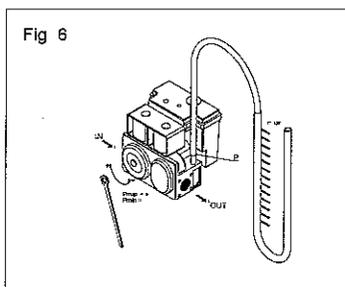

Fig 6
- Tirar o parafuso 'P' (Fig 6) sobre a tomada de pressão na válvula;